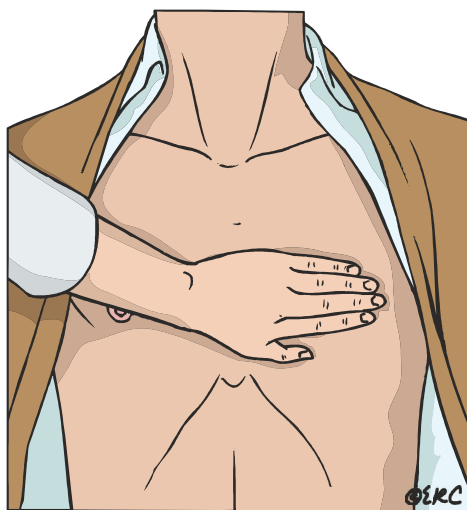

Рисунок 25 — Положите основание одной ладони в центре грудной клетки
- ◆ положите основание одной ладони в центре грудной клетки пострадавшего (которым является нижняя половина *грудины* пострадавшего, рисунок 25);